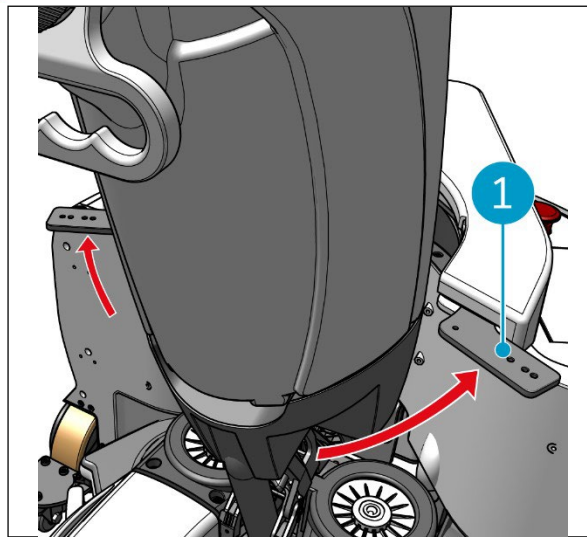

Figura 40
1. Desbloquee el anillo de fijación del i-walk (figura 40, pos. 1).